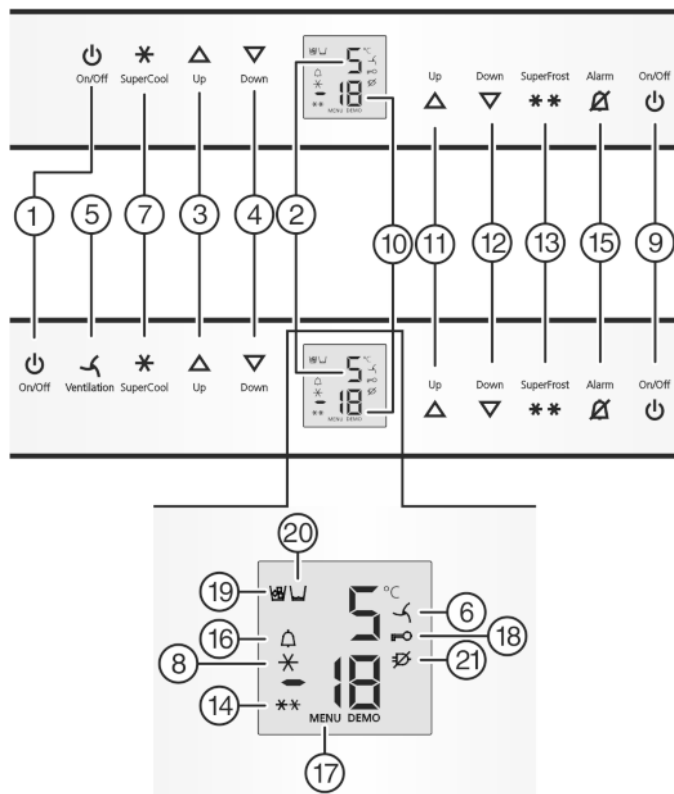

Fig. 2
- Нажмите кнопку On/Off морозильного отделения Fig. 2 (9).
- Нажмите кнопку On/Off холодильного отделения Fig. 2 (1).
- Активация режима настройки: удерживайте кнопку SuperFrost Fig. 2 (13) прибл. 5 секунд.
- ▷ Символ меню *Fig. 2 (17)* горит.
- ▶ Коротко нажмите кнопку SuperFrost *Fig. 2 (13)* для подтверждения.
- ▶ Для включения защиты от детей коротко нажмите клавишу SuperFrost *Fig. 2 (13)*.
- ▷ Символ "Защита от детей" *Fig. 2 (18)* горит. На индикации мигает **с**.
- ▶ Для выключения защиты от детей коротко нажмите клавишу SuperFrost *Fig. 2 (13)*.
- ▷ Символ защиты от детей *Fig. 2 (18)* гаснет. На индикации мигает **с**.
- ▶ Выход из режима настройки: нажмите кнопку On/Off морозильного отделения *Fig. 2 (9)*.
- ▶ Нажмите кнопку Alarm *Fig. 2 (15)*.
Одновременно мигает индикация температуры и символ тревоги *Fig. 2 (16)*.